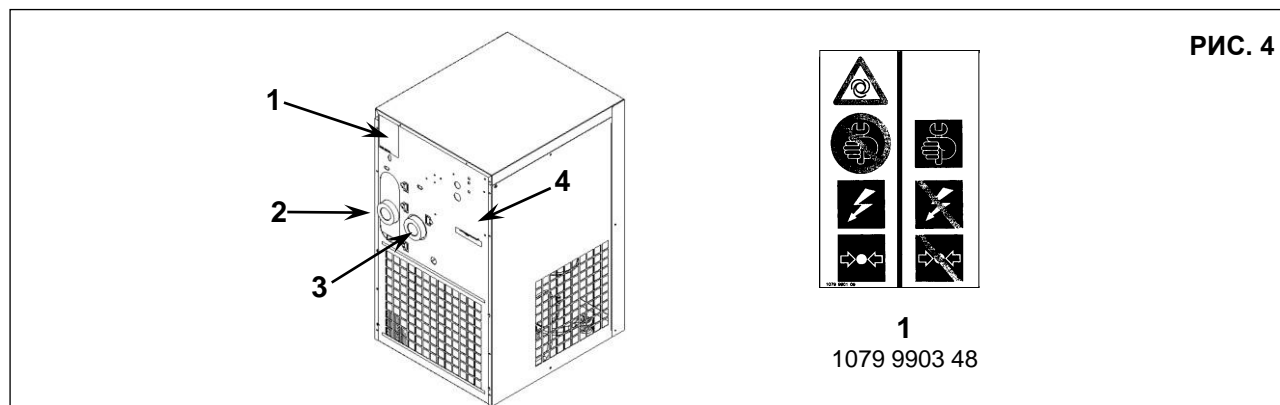

РИС. 4
8.1 РАСПОЛОЖЕНИЕ ПРЕДУПРЕЖДАЮЩИХ ТАБЛИЧЕК (Рис. 4)
8.2 РАСПОЛОЖЕНИЕ ПРЕДУПРЕЖДАЮЩИХ ТАБЛИЧЕК (Рис. 4)